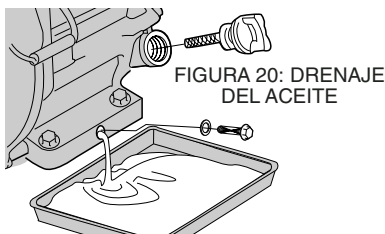

FIGURA 20: DRENAJE
1. Retire el tapón de llenado de aceite y el tapón de drenaje para sacar todo el aceite (figura 20).